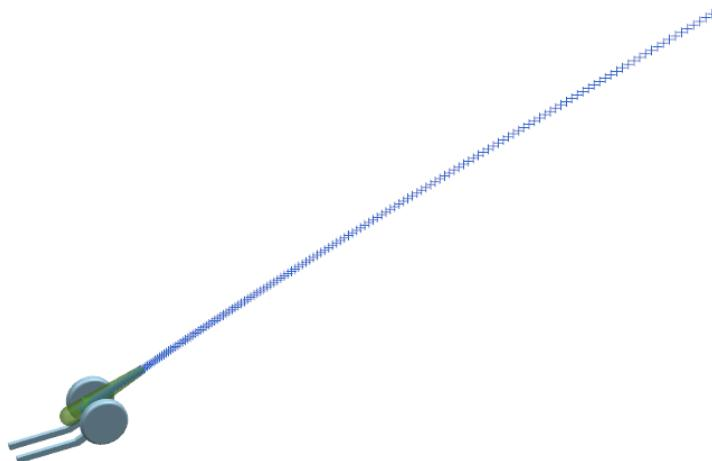

图 9.5.5 追踪结果
(1) 选择命令。选择下拉菜单  →  →  **动画(A)...** 命令，系统弹出“动画”对话框。
(2) 激活测量检查和暂停。在该对话框中选中  追踪 复选框，然后单击“播放”  按钮，此时机构开始运行并显示追踪结果，如图 9.5.5 所示。
(3) 单击 **确定** 按钮，完成追踪操作。